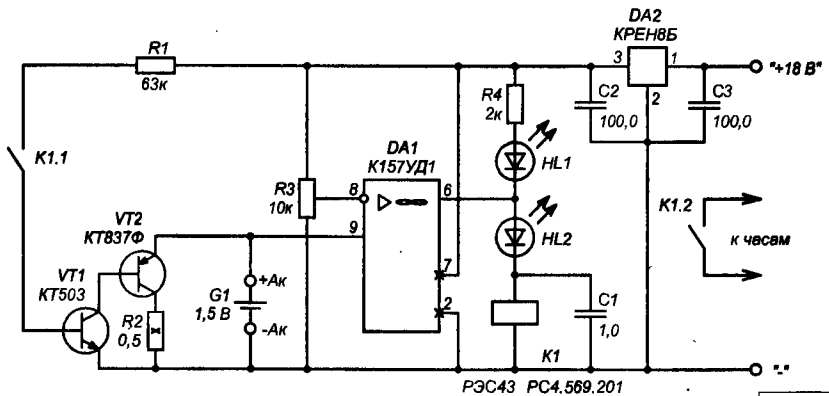

Рис. 1
2. Зарядно-десульфатирующее диагностическое устройство изготовлено автором в 2006 г. по структурной схеме [1, рис. 1] и названо ЗДДУ-XXI век.
Элементы АБ были проверены на наличие заряда и короткого замыкания, произведена импульсная доразрядка устройством, приведенным на рис. 1. Назначение элементов следующее: R3 – установка конечного напряжения разряда, C1 – время импульсов разряда и паузы, HL2 сигнализирует о разряде, HL1 – окончание разряда. Конечным результатом разряда можно считать, когда большую часть времени горит HL1. Реле РЭС-43 использовано из-за пары контактов, малых габаритов, большого срока службы. Можно применить и
Для заряда использовалось ЗДДУ-XXI для 12-ти вольтовых автомобильных АБ емкостью до 120 А*ч, сделанного по структурной схеме [1, рис. 1]. Как видно из схемы, зарядом (количеством электричества для заряда) управляет сама АБ.